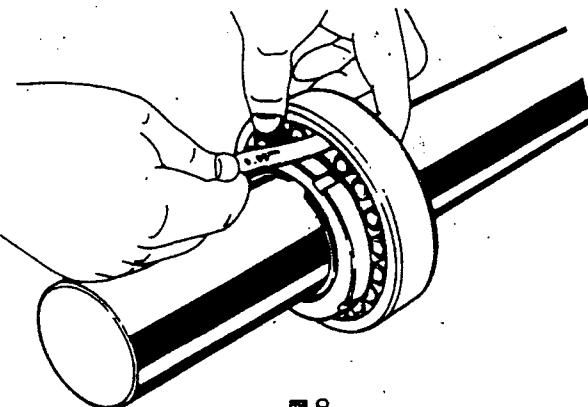
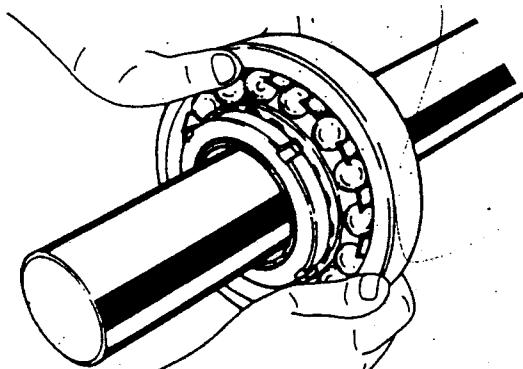

図8
図9
(3) 軸に装着したアダプタスリーブに軸受をできるだけ固くはめ込み、軸受の内輪をアダプタスリーブのテーパに密着させる。
(4) スリーブが軸に落着くまでナットで仮締めする。
(5) 軸受の本締めは自動調心玉軸受の場合、ラジアルすきまがはめあい前の値の約十に、自動調心ころ軸受の場合、表2に示すすきま減少量となるように適時すきまゲージでラジアルすきまを測定しながらナットで締め込む(図8参照)。特に自動調心玉軸受の場合は軽く円滑に手回しができるかを確認する(図9参照)。